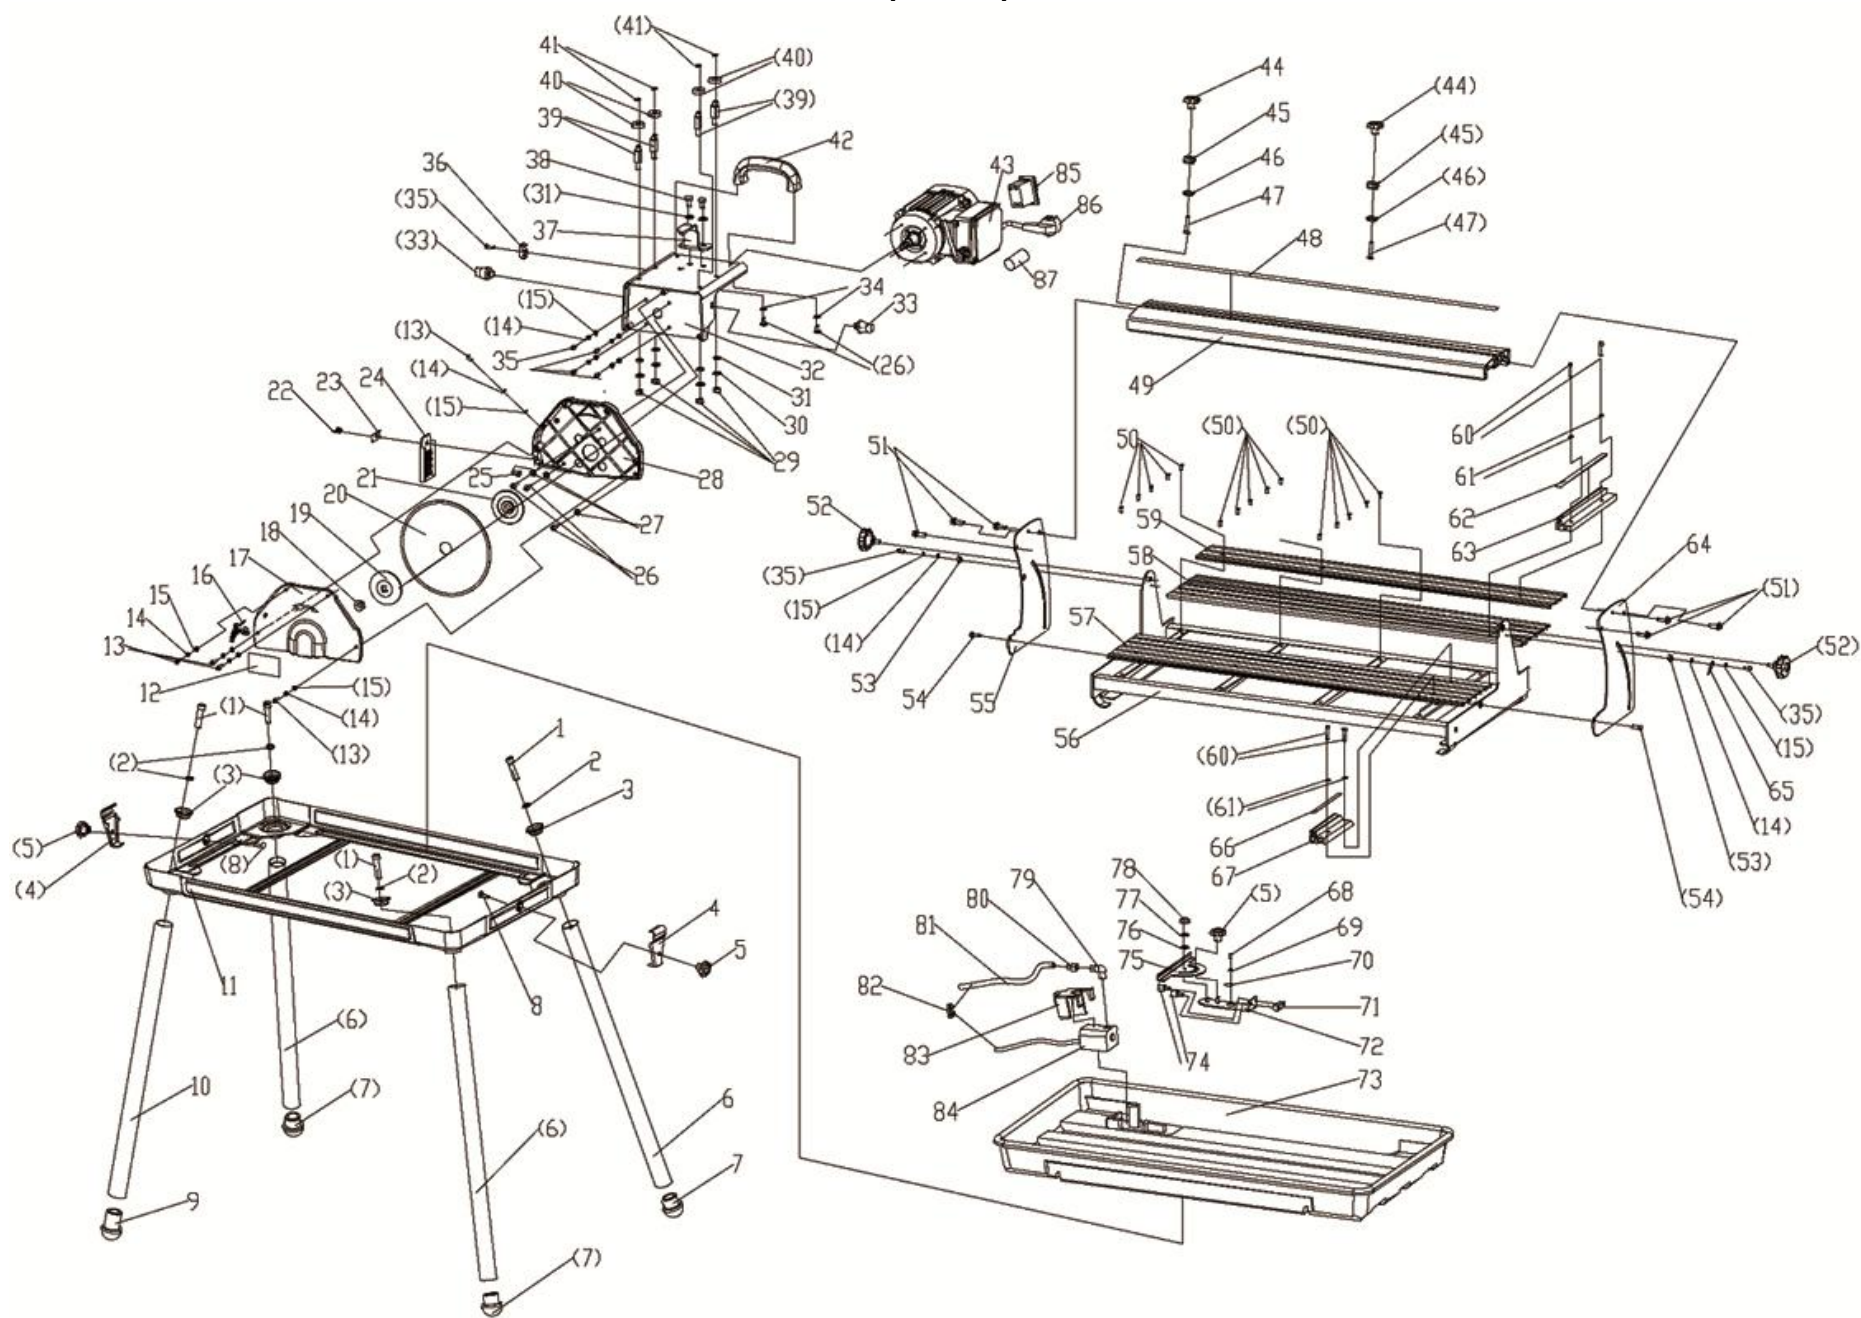

Рис. 1
9.1.1. Используя шестигранный ключ (J), Рис.1, выкрутите болты (24) из ножек (1). В отверстия основания (18) установите шайбы (25); ножки (1) закрепите на основании (18) болтами (24), как показано на Рис.5. Соберите основание
9.2.1. В основание (18) установите и гайкой крепления (3) с пластиной (4), зафиксируйте поддон (2) через отверстие (23) болтами (L), Рис.1.
11.2.4. После включения плиткореза подождите, чтобы отрезной диск (22) набрал полную скорость. Убедитесь, что вода от насоса (B), Рис.1, непрерывно подается на отрезной диск (22).
Детали сборки «Корвет 464» (Рис. 1)